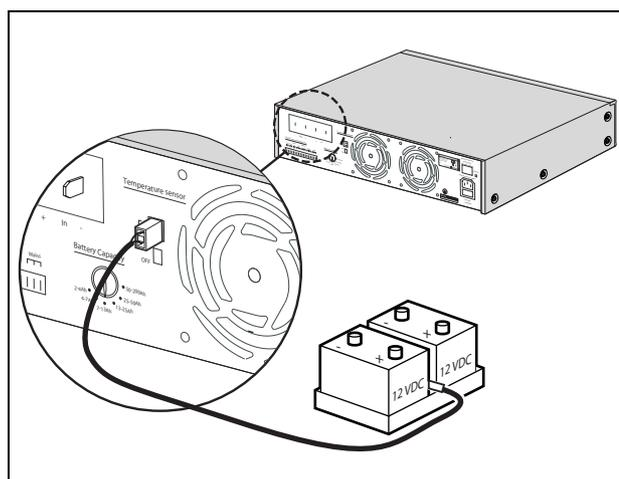

figure 3.6: Connexion du capteur de température
Afin d'améliorer la durée de vie de la batterie, les tensions et courants appliqués dépendent de la température. Donc, connectez le capteur afin d'assurer une bonne lecture thermique. Par exemple, vous pouvez soit connecter le capteur au plateau de batterie, soit le placer entre deux batteries (voir figure 3.6). Si le capteur de température n'est pas utilisé, le sélecteur du capteur de température doit être réglé sur arrêt.
- 1 Connectez un cordon d'alimentation aux normes locales au chargeur de batterie (voir figure 3.6).